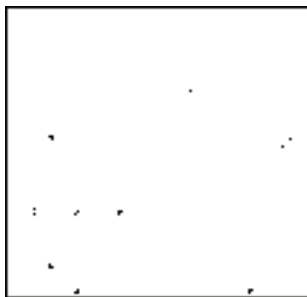

图 13-48 绘制直线
- 1) 绘制台阶。调用“直线”命令，绘制直线，结果如图 13-48 所示。